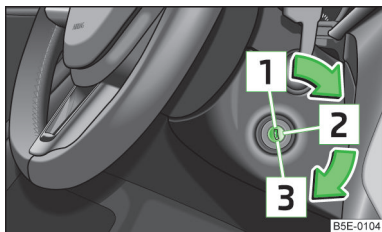

Fig. 115
- În timpul deplasării, la oprirea motorului, cheia trebuie să se găsească întotdeauna în poziția 2 » fig. 115 la pagina 123 (contact cuplat). Această poziție este semnalizată prin aprinderea unor lămpi de control în panoul de bord.
- Demarorul poate fi acționat numai când motorul nu este pornit și autovehiculul staționează. Dacă se acționează demarorul când motorul este în funcțiune 3 » fig. 115 la pagina 123, se poate deteriora demarorul, respectiv motorul.
Motoare pe benzină » fig. 115
Motoarele diesel » fig. 115
Dacă **mecanismul de direcție este blocat** iar cheia nu se poate roti, sau se rotește cu greu în poziția  » fig. 115, atunci volanul trebuie rotit puțin înapoi și înapoi - astfel se deblochează mecanismul de direcție.
- Cuplați contactul  » fig. 115 la pagina 123.
Oprii motorul prin rotirea cheii de contact în poziția **1** » fig. 115 la pagina 123.